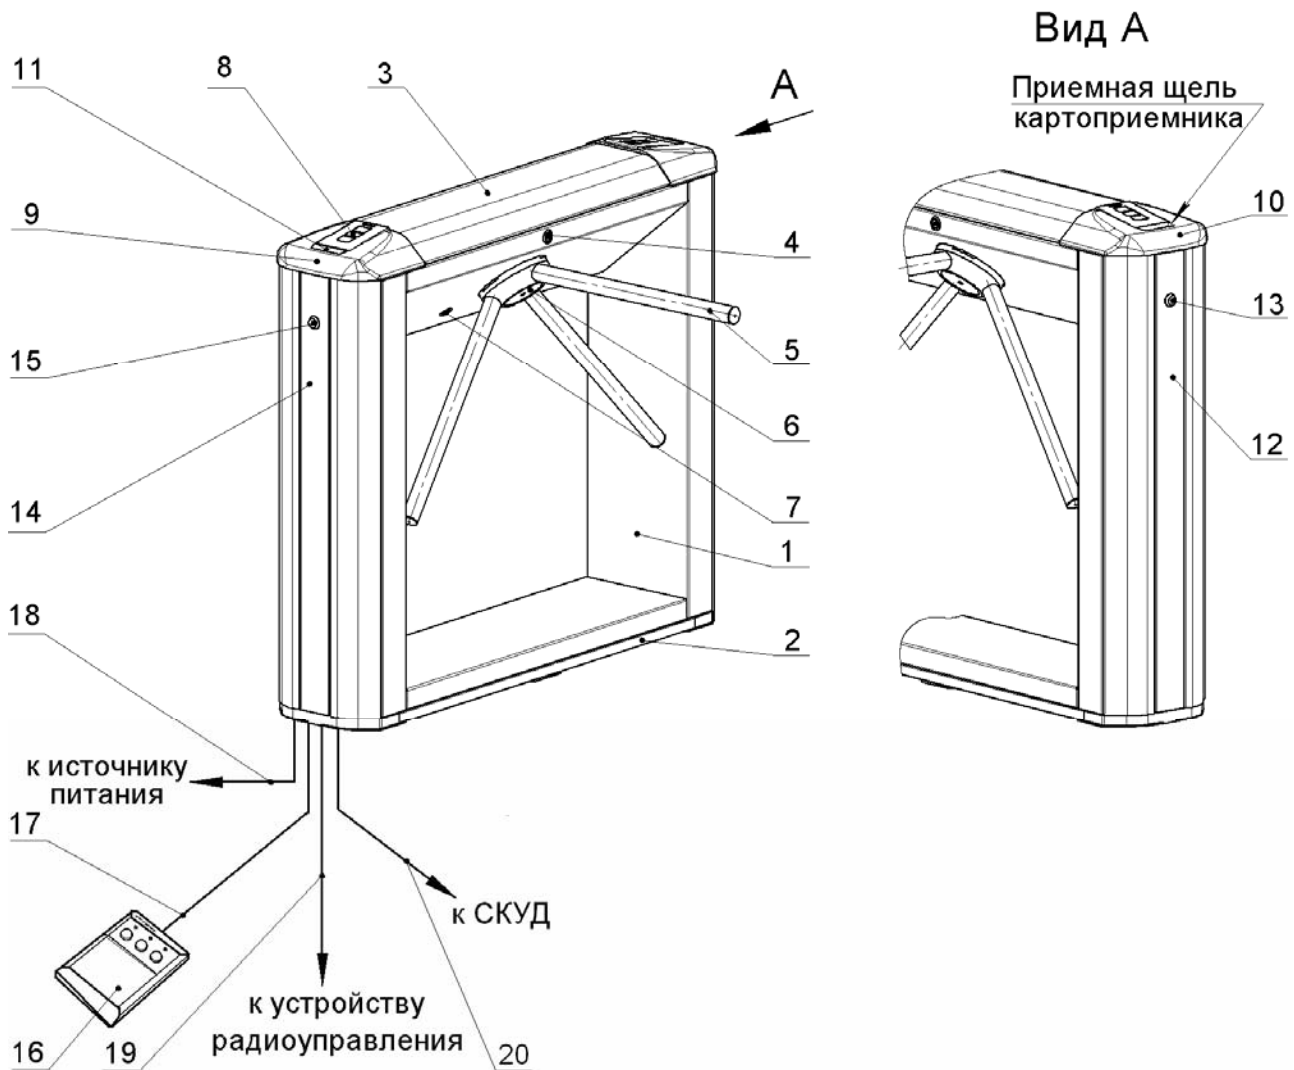

Рисунок 2 Устройство турникета
5.2.1 Устройство турникета показано на рис. 2. Номера позиций в тексте руководства указаны в соответствии с рис. 2.